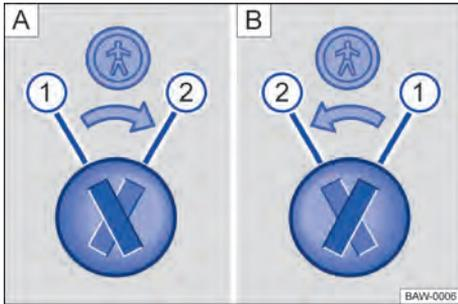

Fig. 43 Cierre de seguridad para niños: **A** puerta trasera izquierda, **B** puerta trasera derecha.
Leyenda para → fig. 43:
- Introducir la paleta de la llave en la ranura del bloqueo de seguridad para niños para activarlo o desactivarlo → fig. 43.